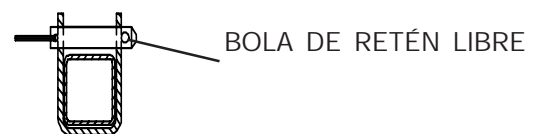

Figura 2-8 Posición correcta del pasador de seguridad
1- **Pasador de seguridad con acollador de la baranda** – Para plegar el sistema de baranda hacia abajo, retire el pasador de seguridad en cada punto de pivote y baje cada baranda. Para subir el sistema de baranda, gire y suba cada baranda y asegúrela en su lugar con los pasadores de seguridad, verificando que la bola de retén de cada pasador está libre de las ménsulas del pivote (figura 2-8).
3. Si está equipado con un sistema de baranda plegable, gire y suba todas las barandas asegurándolas en su lugar con los pasadores de seguridad. (Vea la figura 2-8).